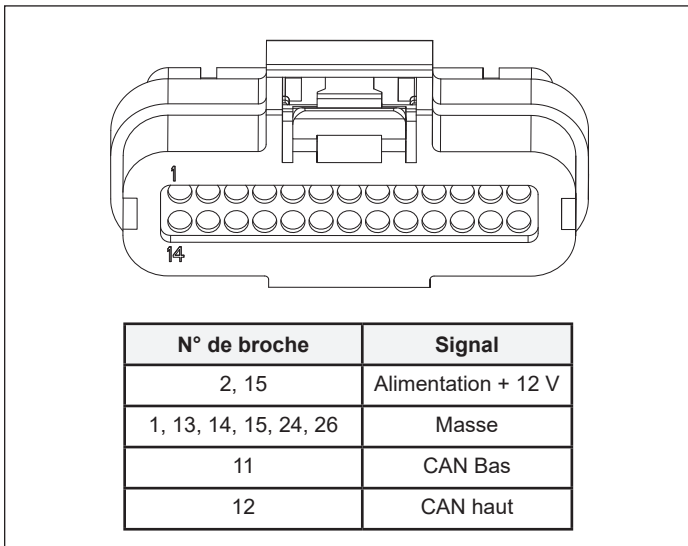

Figure 3 - Remplacement du connecteur de faisceau d'origine
- Notez les couleurs et la(les) position(s) des câbles sur le boîtier du connecteur d'origine. Il est important d'identifier les câbles d'alimentation, de masse, CAN haut et CAN bas. Ceux-ci sont normalement respectivement rouge, noir, jaune et vert. Si ce ne sont pas les couleurs utilisées, *utilisez le schéma des broches de la Figure 3* pour identifier et noter les signaux des câbles.